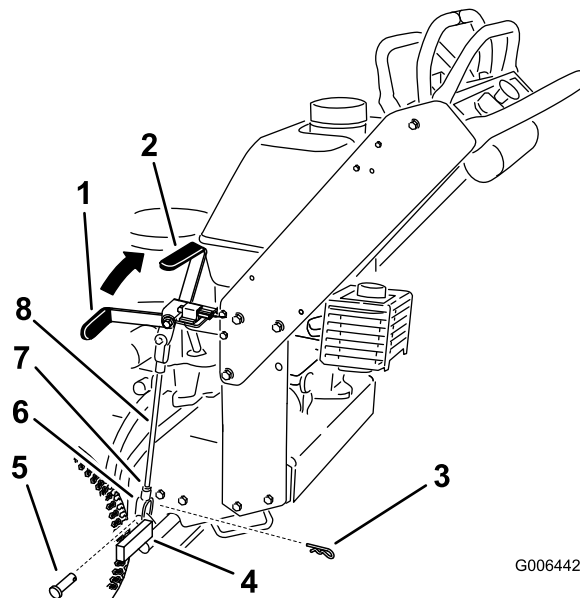

Bild 37
Hinweis: Wenn die Bremse aktiviert ist, sollte der Bremshebel auf 1 Uhr stehen (Bild 37).
5. Lösen Sie die obere und untere Klemmmutter (Bild 37).
6. Entfernen Sie zum Einstellen der Bremse den Splint und den Lastösenbolzen vom unteren Bremshebel (Bild 37).
7. Drehen Sie die Bremsstange in den Jochs. Zum Anziehen der Bremse verlängern Sie die Stange zwischen den Jochs. Zum Lösen der Bremse verkürzen Sie die Stange zwischen den Jochs (Bild 37).
8. Befestigen Sie das Joch mit dem Splint und dem Lastösenbolzen am unteren Bremshebel (Bild 37).
9. Ziehen Sie die obere und untere Klemmmutter an (Bild 37).